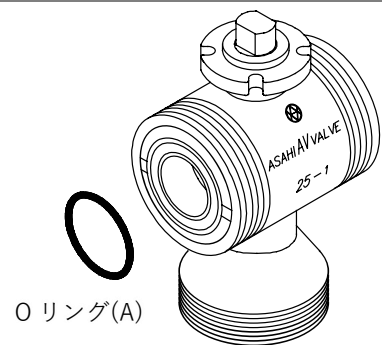

図 5.1-3
- 7-1) ボディに O リング (A) が正しく装着されていることを確認します。（図 5.1-3）
- 7-2) ボディ側にボディキャップ、キャップナットを O リング(A) が外れないように接触させます。